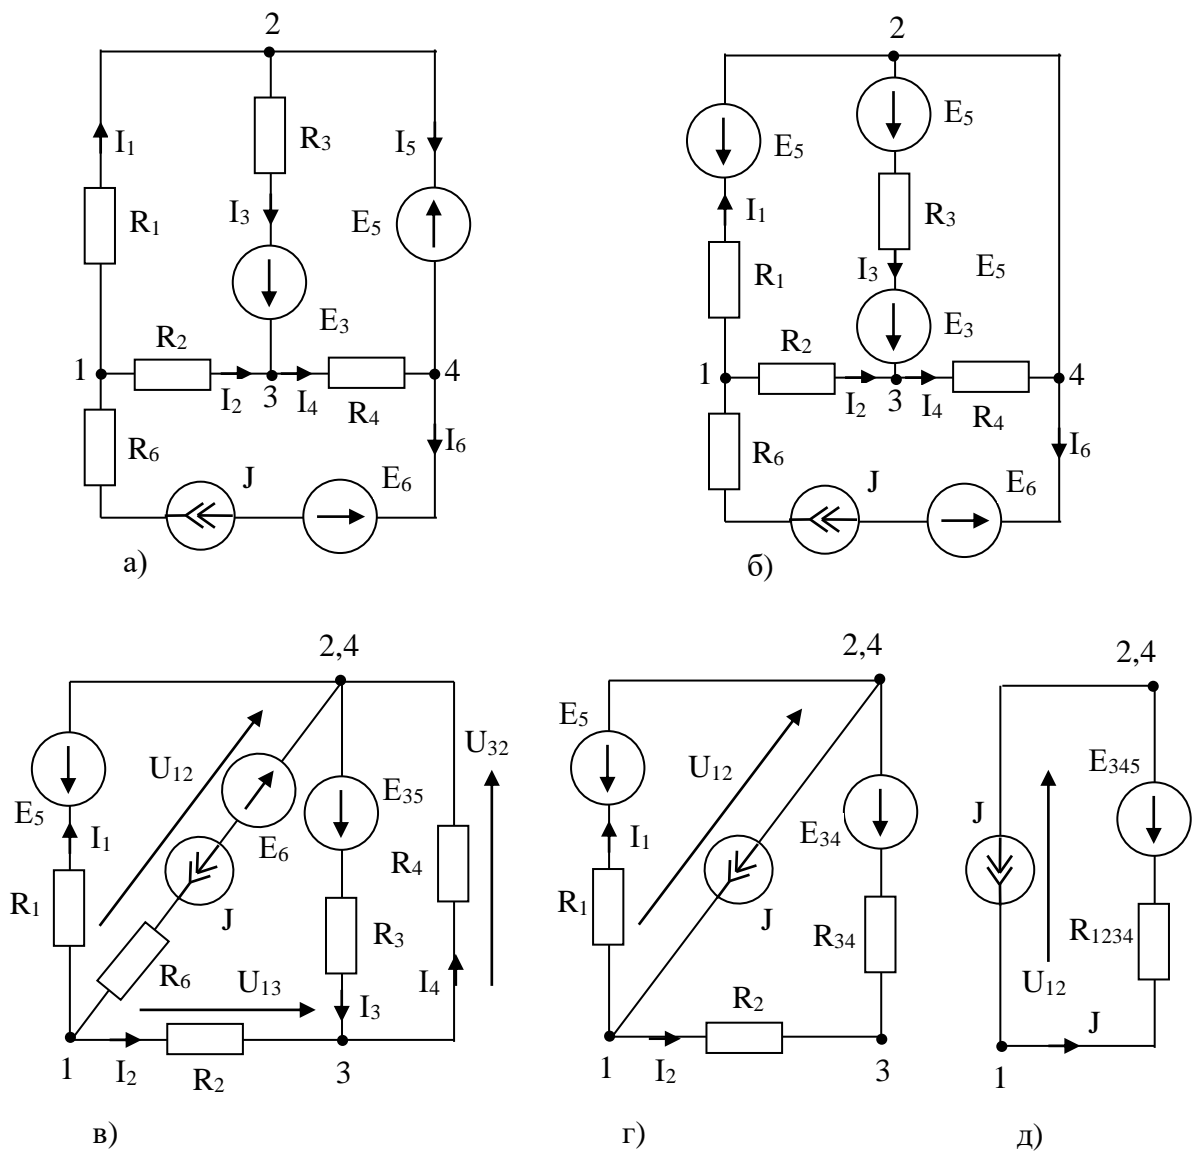

Рисунок 2.1
**Задача:** Для електричної схеми (рис. 2.1) виконати розрахунок методом еквівалентних перетворень електричне коло.